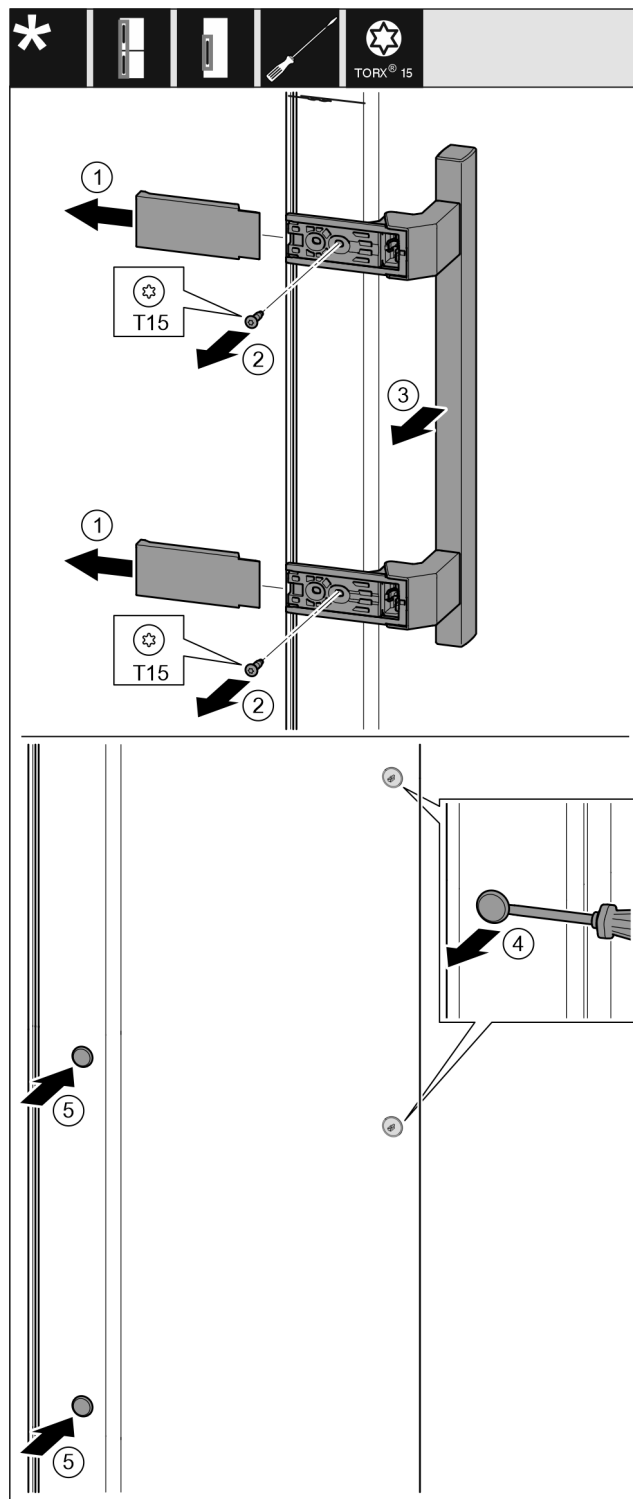

Fig. 17
- ▶ Zdjąć osłonę. Fig. 17 (1)
- ▶ Wykręcić śruby śrubokrętem Torx 15. Fig. 17 (2)
- ▶ Zdjąć uchwyt. Fig. 17 (3)
- ▶ Podważyć ostrożnie boczną zatyczkę śrubokrętem i wyjąć. Fig. 17 (4)
- ▶ Założyć ponownie zatyczkę z drugiej strony. Fig. 17 (5)